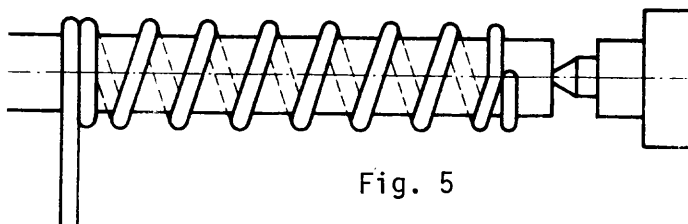

Fig. 5
- 89 Paso *Verifique la longitud del resorte, corrija si es necesario, desacople el carro y haga la última vuelta (fig. 5).*